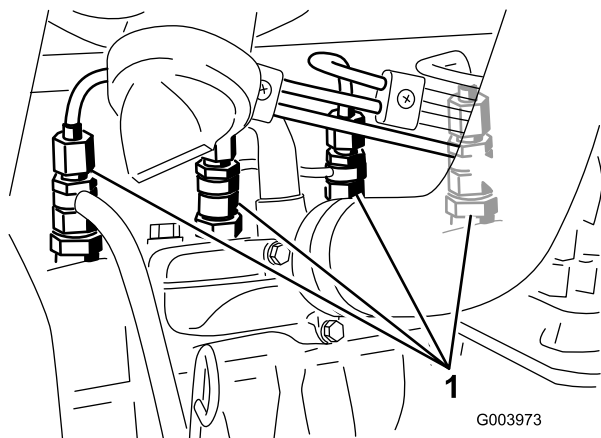

Рисунок 49
1. Ослабьте соединение трубки к соплу № 1 и держателю в сборе (Рисунок 49).